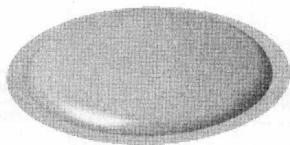
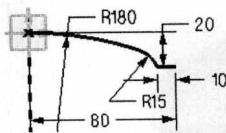

图 1.2 回转体 1
图 1.3 剖面草图
- (1) 选择下拉菜单 **文件(F)** → **新建(N)** 命令，弹出“新建部件文件”对话框。
- (2) 在 **文件名(N):** 文本框中输入文件名称 cup_cover。
- (3) 设置钣金件模型的单位为“毫米”，单击 **OK** 按钮。
Step3. 创建图 1.2 所示的回转体 1。
- (1) 选择命令。选择 **插入(I)** → **设计特征(F)** → **回转(R)** 命令（或单击 **回转** 按钮），弹出“回转”对话框。
- (2) 定义特征的剖面。
- ① 单击“回转”对话框中的 **草图** 按钮，系统进入草绘环境。
- ② 定义草绘平面。单击“草图生成器”工具条中的 **草图生成器** 按钮，选取 XC-ZC 平面为草绘平面，单击 **确定** 按钮。
- ③ 绘制图 1.3 所示的剖面草图（半径值为 180 的圆的圆心在 ZC 轴上）。